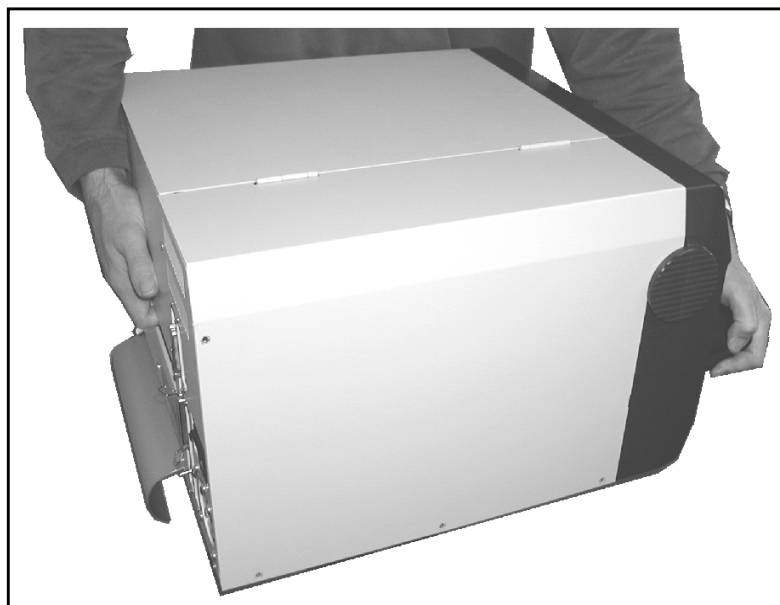

Abb. 2.2.a Drucker anheben
3. Greifen Sie den SOLID Drucker auf der einen Seite am Messermotor (falls das Gerät keinen Cutter hat, dann unter das Gerät fassen). Auf der anderen Seite des Druckers greifen Sie in die Papiereinlaßöffnung der Druckerrückwand (vgl. Abbildung 2.2.a).